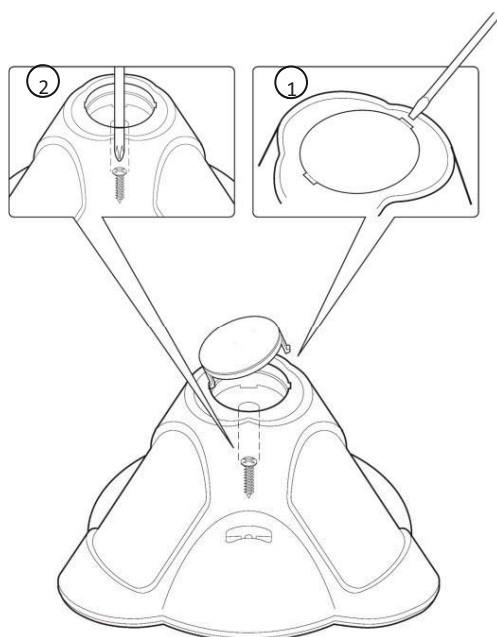

FIGURA 1
1. Para abrir el detector (Figura 1), quite la tapa insertando un destornillador (1) en el hueco entre la cubierta de protección del detector y la tapa. La tapa permanecerá sujeta a la base del detector.
2. Con un destornillador libere el tornillo de la tapa superior (2) y tire suavemente hacia arriba de la tapa superior del detector.